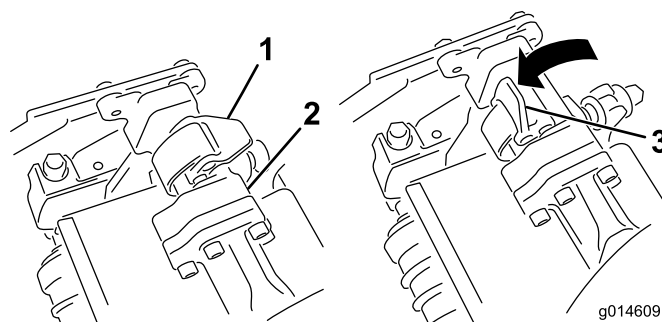
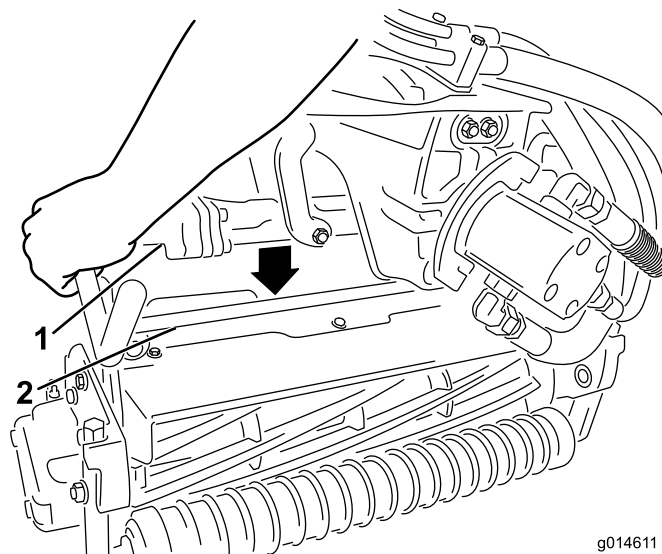

Bild 12
Bild 13
5. Die Riegel an der Aufhängearmstange müssen nach oben zeigen (d. h. offen) (Bild 12); drücken Sie den Aufhängearm dann so nach unten, dass die Stange über die Stange an der Oberseite des Mähwerks passt (Bild 13).
6. Drücken Sie die Riegel nach unten und um die Mähwerkstange und arretieren sie (Bild 12).